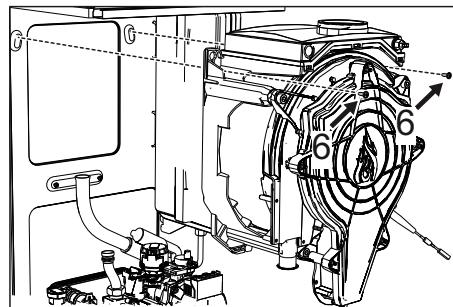

fig. 49
- Scoateți cele 2 șuruburi **de sus „6”** care fixează schimbătorul de căldură de șasiu (fig. 49)